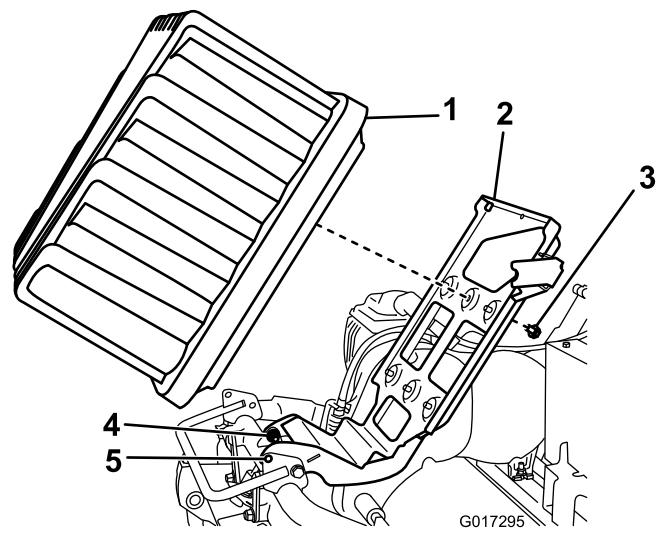

図 13
5. ピボットボルトとナット2組それぞれを半回転ずつゆるめる図 13。
- バッテリープラットフォームを上昇させて、ベースとフレームのロック穴をそろえる図13。